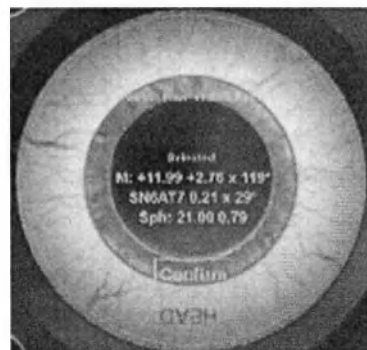

Рисунок 166. Этап «Афакичное измерение ORA» — вид MID после выбора оптической силы
- Наложение MID обновляется с использованием оптической силы линзы, выбранной на мобильной платформе ORA (Рисунок 166).